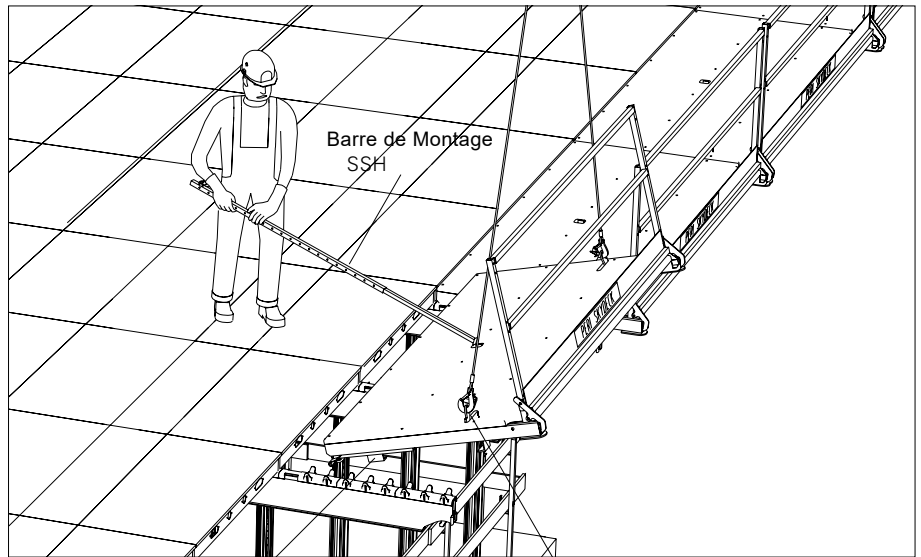

Fig. A9.12
1. Avec l'aide de la Barre de Montage SSH, accédez à la réservation de la passerelle et sortez la passerelle de sa position de sécurité. (Fig. A9.12)